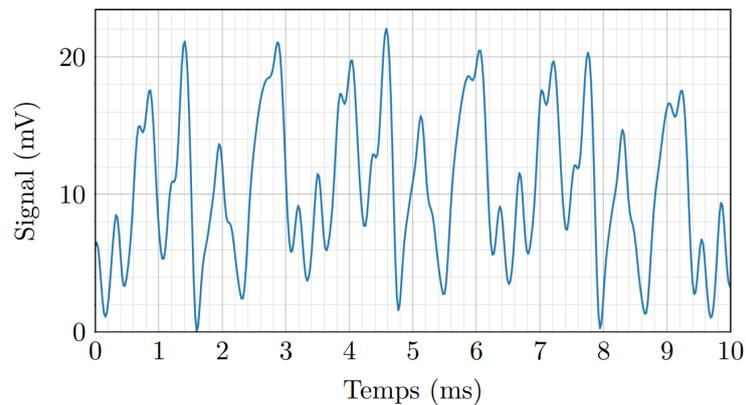
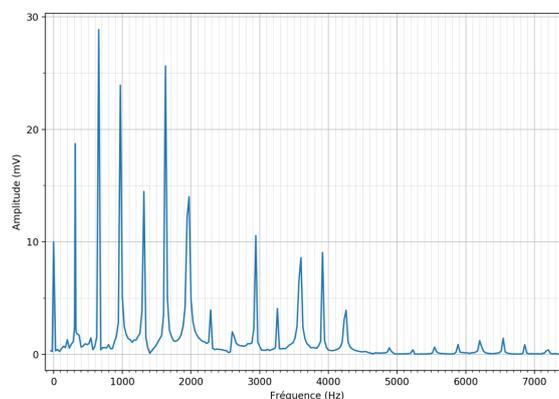

Figure 4: Signal de la guitare
Figure 7: Spectre du signal d'entrée u_e
La Figure 4 montre un exemple de signal électrique à la sortie du micro d'une guitare électrique.
21. On a choisi $R_1 = 100\text{k}\Omega$ et $C_1 = 100\text{nF}$. Calculer la fréquence de coupure f_1 à -3 dB de ce filtre. Au vu de l'allure du signal de la Figure 4, quel est le rôle de ce premier filtre ?
La Figure 7 correspond au spectre du signal d'entrée u_e représenté sur la Figure 4.
25. Justifier qu'il est parfaitement cohérent qu'il s'agisse du spectre du signal de la Figure 4.